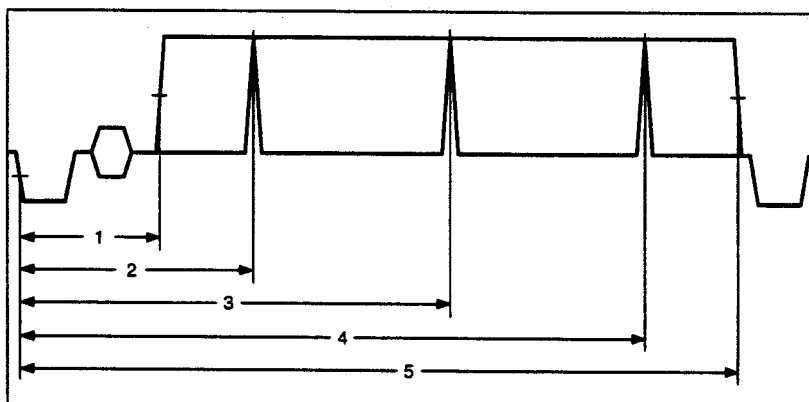

Fig. 3 Mittenkreuz, Zeitablauf
– horizontale Richtung, Fig. 3
Lage des Mittenkreuzes, Fig. 3, 4, 5